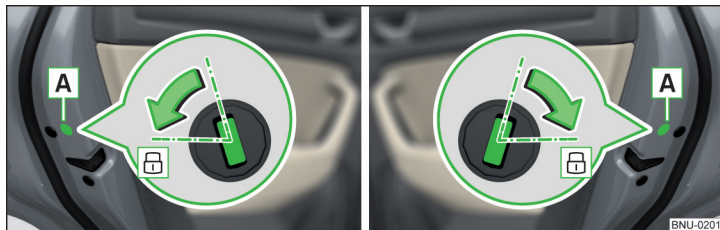

Fig. 358 Portiera stânga / dreapta
- În cazul autovehiculelor cu masca **[A]**, înlocuiți-o » **fig. 358**.